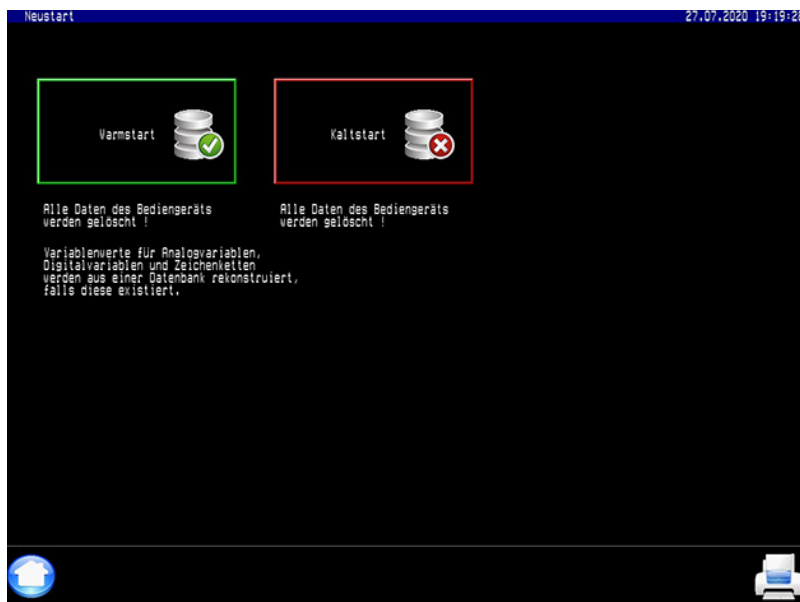

Abb. 4.17: Bedienbildschirm „Neustart“
Die Parametrierung ist auf Steckplatz 1 (Abb. 4.17, (2)) sichtbar und einstellbar.
Das Symbol des Bedienmodules wird im Bereich (3), siehe Abb. 4.17, dargestellt und das dazugehörige Eigenschaftsfenster (2) erscheint.